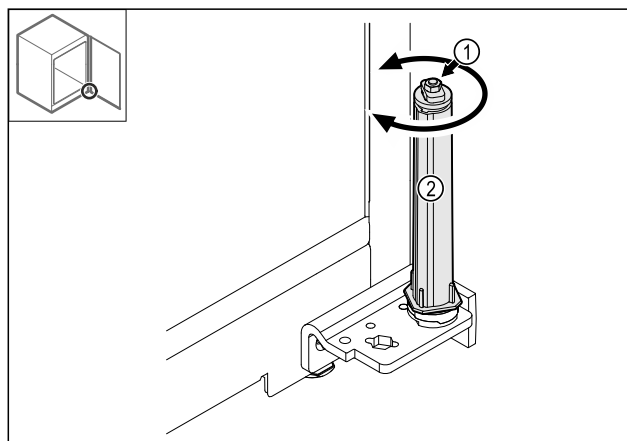

Fig. 36
- Neardykite uždarymo sistemos srieginės jungties Fig. 36 (1).
- Sukite uždarymo sistemą Fig. 36 (2), kol ji užsifiksuos.